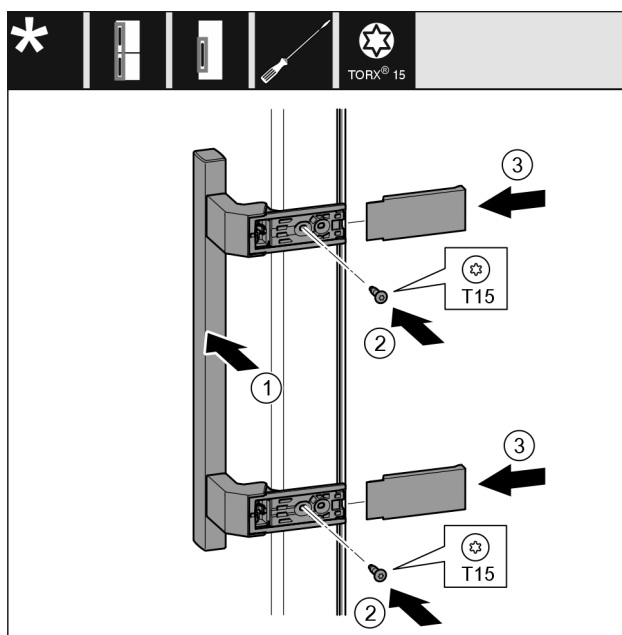

Fig. 20
- ▶ 将把手 Fig. 20 (1) 放到反面。
- ▶ 将螺钉 Fig. 20 (2) 用螺丝刀拧紧。
- ▶ 将盖板 Fig. 20 (3) 放置到侧面并插入。